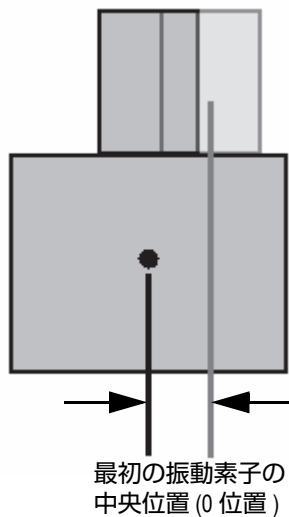

図 4-8 2 次補正值
- e) **2次補正值**を選択してから、0 を入力し、探触子が 2 番目の軸のウェッジの中央位置にあることを示します。探触子がウェッジに揃っていない場合は、適切な値を入力します（117 ページの図 4-8 参照）。